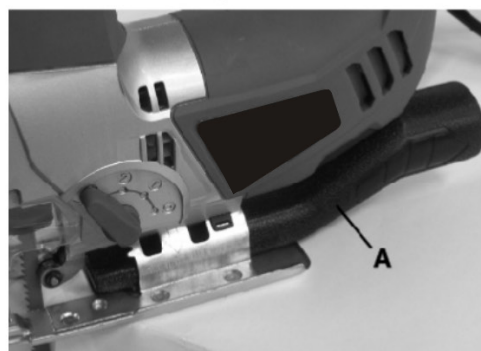

Figure 6
El adaptador de recolección de polvo (A), Fig. 6, se instala en la parte trasera de la base inclinable de la sierra caladora. Para una recolección de polvo eficiente, se puede adaptar una manguera de aspiración de 3,2 cm (1-1/4"). Para instalar el adaptador, deslícelo dentro de la base inclinable y presiónelo hasta el tope hasta que quede fijo.